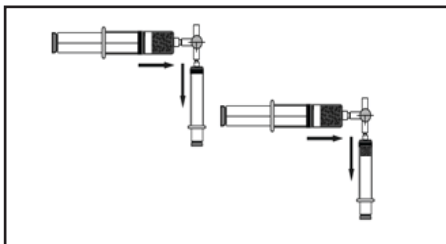

Figura 15.
- 5.2 Transfiera las microesferas de una jeringa de carga a la jeringa de introducción a través de la llave de paso de tres vías acoplada. Desconecte la primera jeringa de carga y acople la segunda jeringa de carga. Transfiera las microesferas a la jeringa de introducción (Figura 15).